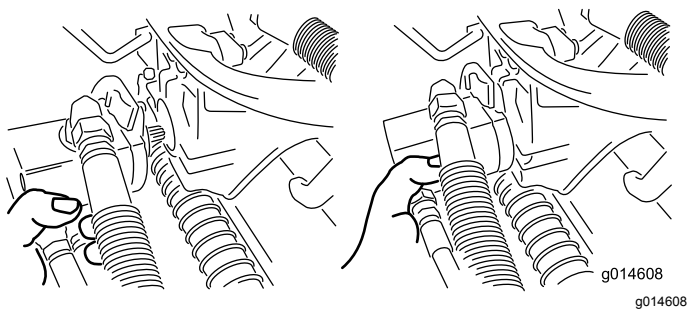

Рисунок 46
3. Переместите электродвигатель на место хранения на передней стороне рычага подвески (Рисунок 46).